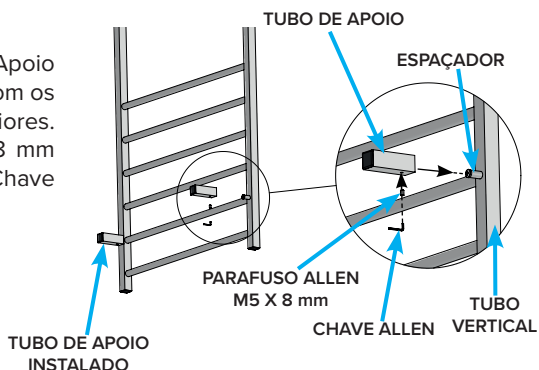

Figura 25 –
**8. INSTALAR** os 2 (dois) Tubos de Apoio inferiores no Toalheiro alinhando-os com os 2 (dois) Espaçadores de Náilon inferiores. INSTALAR os Parafusos Allen M5 x 8 mm e APERTAR adequadamente com a Chave Allen 2 mm (Figura 25);